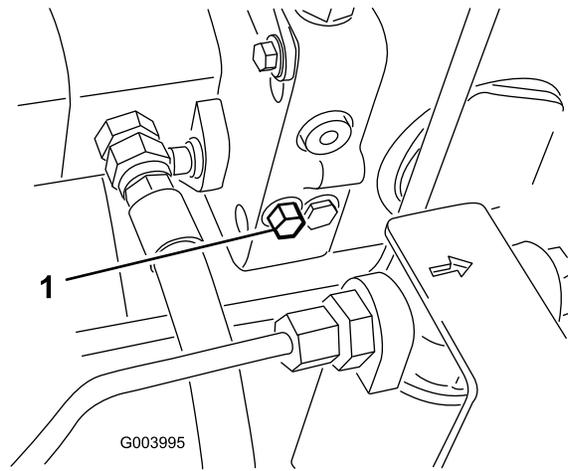

Bild 45
1. Dieses Sicherheitsventil befindet sich links am Hydrostat (Bild 45). Drehen Sie die Schraube um eine 1-1/2 Umdrehungen, um das Ventil zu öffnen und Öl intern abzulenken. Weil das Öl abgelenkt wird, lässt sich die Maschine ohne Schäden am Getriebe langsam bewegen.